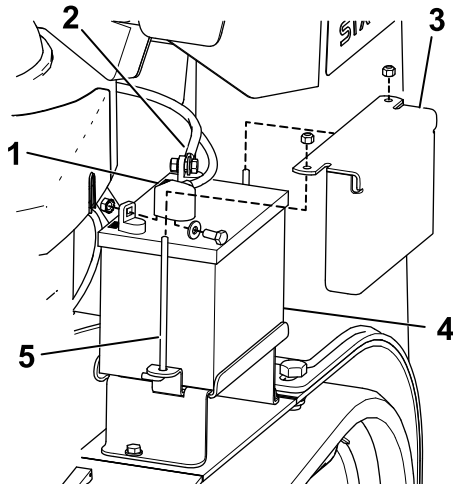

Figura 41
3. Levante a tampa de borracha preta no cabo negativo. Desligue o cabo negativo da bateria do terminal negativo (-) da bateria (Figura 41).
4. Retire a proteção do terminal vermelho do terminal positivo (vermelho) da bateria. Em seguida, retire o cabo positivo (vermelho) da bateria (Figura 41).
5. Retire a placa de suporte, os pernos em J e as porcas que seguram a bateria (Figura 41) e retire a bateria.
1. Utilizando os fixadores anteriormente retirados, instale o cabo da bateria positivo (vermelho) no terminal da bateria positivo (+) (Figura 41).
3. Utilizando os fixadores anteriormente retirados, instale o cabo da bateria negativo (preto) no terminal da bateria negativo (-) (Figura 41).
4. Prenda a bateria utilizando a barra e as quatro porcas de orelhas (Figura 41).